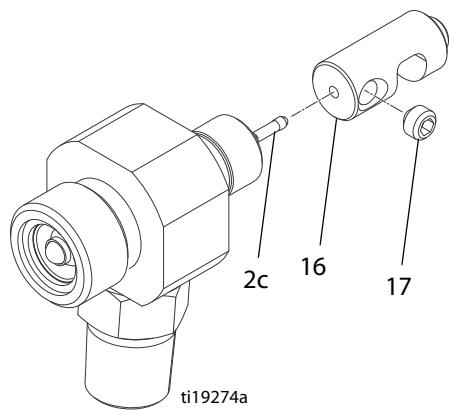

Рис. 9
6. Во избежание сгибаивания иглы (2c) поддерживайте пружинную направляющую (16), ослабьте установочные винты (17), затем извлеките пружинную направляющую (16). См. Рис. 9.